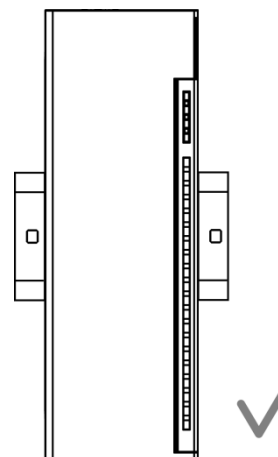

Рисунок 4.1 – Верный монтаж
2. Закрепить модуль на DIN-рейке или на вертикальной поверхности с помощью винтов (см. рисунок 4.1).